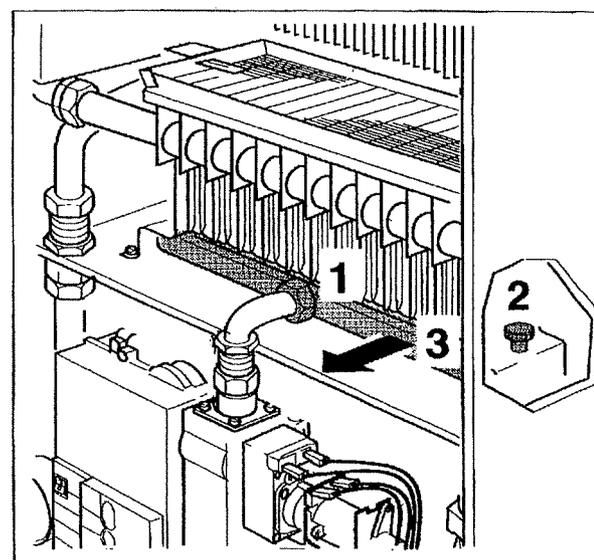

Fig. 36 Estrazione piastra ugelli
- ◆ Svitare il raccordo gas della piastra ugelli (Fig. 36, punto 1).
- ◆ Svitare le due viti a testa zigrinata (Fig. 36, punto 2) ed estrarre la piastra ugelli (Fig. 36, punto 3).